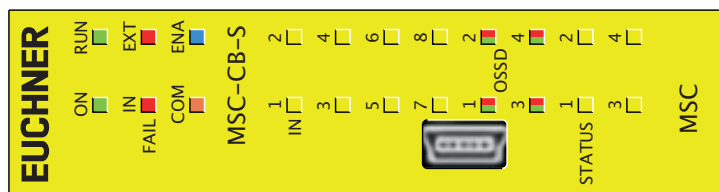

Figure 29 :
8.4.2. Module de base MSC-CB-S (Figure 29)